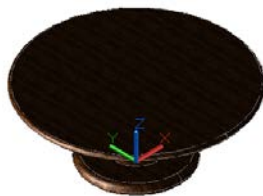

图 12.27 设置平行光后的效果
(4) 根据命令提示【输入要更改的选项[名称(N)/强度(I)/状态(S)/阴影(W)/颜色(C)/退出(X)]<退出>:】输入 W，并按 Enter 键确认，再根据命令提示【输入[关(O)/锐化(S)/已映射柔和(F)]<锐化>:】输入 F。
(5) 根据命令提示【输入贴图尺寸[64/128/256/512/1024/2048/4096]<256>:】直接按 Enter 键确认，再根据命令提示【输入柔和度(1-10)<1>:】输入 5，按 Enter 键确认后，效果如图 12.27 所示。